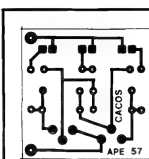

Fig. 3
- FIG. 3 - LAY OUT DO CIRCUITO IMPRESSO ESPECÍFICO - A plaquinha específica de Impresso tem um padrão cobreado muito simples, mostrado em tamanho natural na figura... A traçagem pode ser realizada tanto